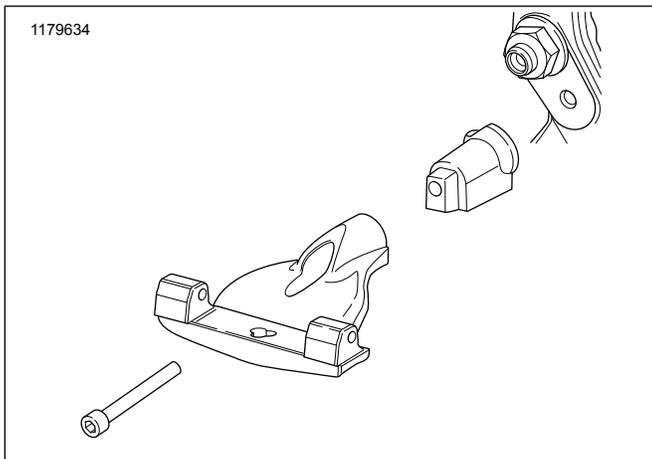
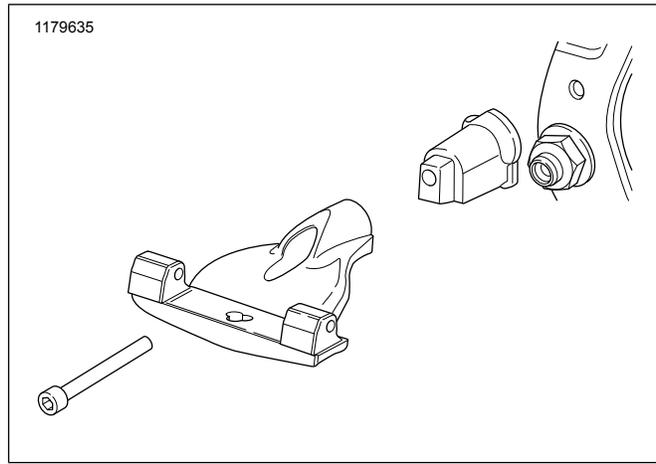

Figura 4. Instalación lado izquierdo: FXBR/S, FXBB, FLFB/S, FLSL, FXLR
Figura 5. Instalación lado izquierdo: FLSB, FLHC, FLDE
2. **Para los modelos FXBR/S, FXBB, FLFB/S, FLSL y FXLR**, vea Figura 4. **Para los modelos FLSB, FLDE y FLHC**, vea Figura 5. Coloque el montaje de la placa apoyapiés. Aplique fijatornillos Loctite 243 al tornillo de casquete con cabeza de casquillo e insértelo a través del conjunto del tablero del piso y el adaptador adecuado, y dentro del agujero de montaje.